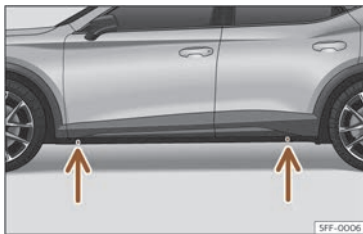

Fig. 229 Puntos de apoio do gato.
- Busque no traveseiro a marca do punto de apoio do gato (área afundida) máis próximo á roda que se vai cambiar >>> fig. 229.